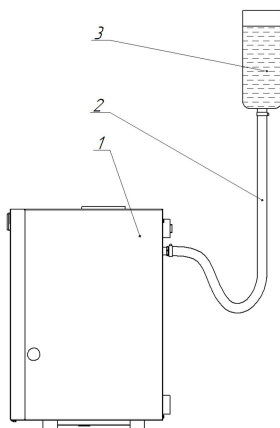

Рисунок 10. Чистка змеевика теплообменника
- подсоединить к нижнему штуцеру подачи холодной воды шланг 2 и закрепить хомутом (рисунок 10);